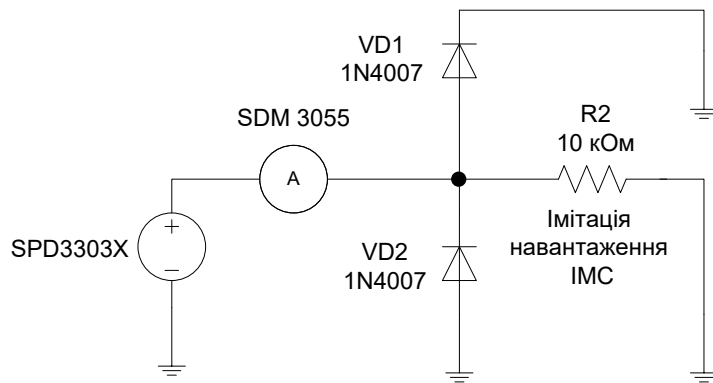

Рис. 10 Схема, що імітує перевірку наявності контакту між мікросхемою та тестовим обладнанням і стан захисник діодів.
- 6.11. Повернути полярність блоку живлення у вихідний стан та знову підключити коло діоду VD1 до точки з'єднання як на рис. 10. Перевірити правильність роботи схеми. (Вольтметр має показувати напругу 0,7 – 0,8 В, а амперметр струм у 5 мА)